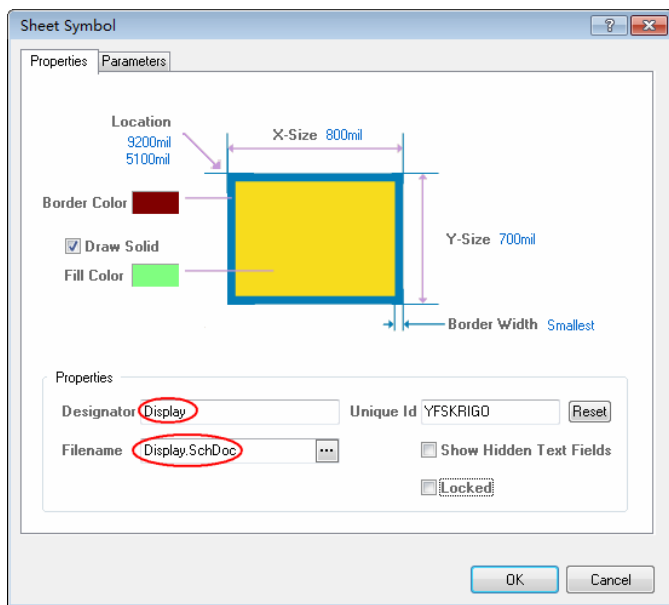

图 7-8 图纸符号属性对话框
(1) 新建一个名为 **Voltage_Meter_UptoDn.PrjPCB** 的工程，并在其中添加 **Top_Level.SchDoc** 文档，进入原理图编辑环境。
(2) 按下快捷键 **P + S**，光标上会附着一个绿色的矩形框。
(3) 单击鼠标左键固定矩形框左上角，移动光标则可以调整矩形框的大小，再次单击则固定矩形框右下角，一个原理图符号就放置完成了。单击鼠标右键退出放置状态。
(4) 双击绿色的图纸符号或者在放置状态下按 **Tab** 键，弹出图纸符号属性对话框，如图 7-8 所示。对话框中的各图形属性结合示意图不难看懂，不再赘述。其他属性选项介绍如下：